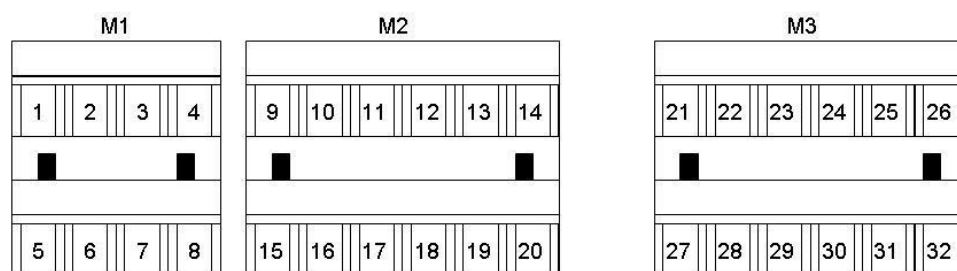

Рис. 189: Клеммы входных и выходных сигналов
- Выходы энкодеров line-driver питаются от внешнего источника питания 5В: на клемму 5 разъёма M1 "+5V_EXT" приходит 5В, на клемму 7 "0V_EXT" – общий провод (см. Рис. 189).